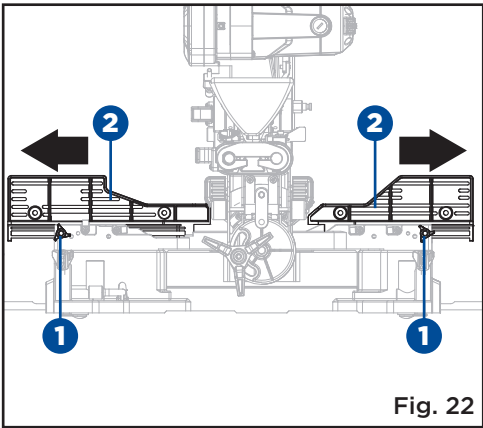

Fig. 22
**PROLONGATION ET RETRAIT DU GUIDE COULISSANT (Fig. 22)**
- Desserrez la molette de verrouillage du guide (1) dans le sens antihoraire.
- Prolongez le guide coulissant (2) en le couissant vers l'extérieur.
- Serrez la molette de verrouillage du guide (1) dans le sens horaire pour verrouiller le guide coulissant.